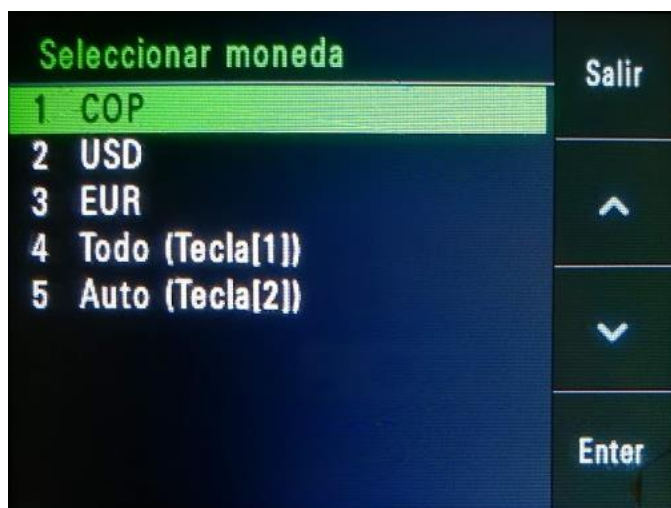

Fig. 11 - Configuración de Moneda
- Presione la tecla F1 [Moned/CUR] cuando la maquina este en modo ESPERA. Posteriormente las divisas disponibles serán mostradas y las teclas de función serán nuevamente asignadas para diferentes acciones como se muestra en la Fig. 11.
Para configurar la moneda de manera fácil, por ejemplo, para seleccionar COP en la Fig. 11 presione la tecla correspondiente en el teclado numérico, en este caso específico la tecla [1], use este método en lugar de seleccionar las opciones con las teclas F2, F3 y F4 ([▲] [▼] y [Enter]). Este método funciona para navegar y seleccionar en los diferentes menús de la máquina.